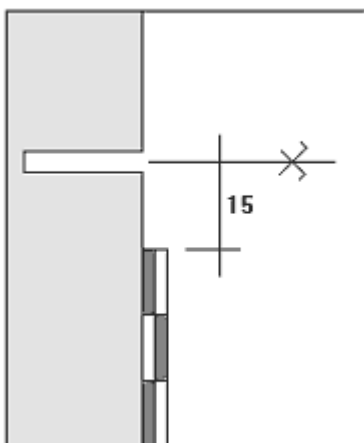

Fig.1
- Tracer un trait au cordeau sur le mur, à 15 mm au dessus du niveau d'arrêt du relevé d'étanchéité, pour repérer l'emplacement des perçages (Fig. 1)
- Draw a line with a string 15 mm above the top of the waterproof system to mark out the location of the fixing holes (Fig. 1)